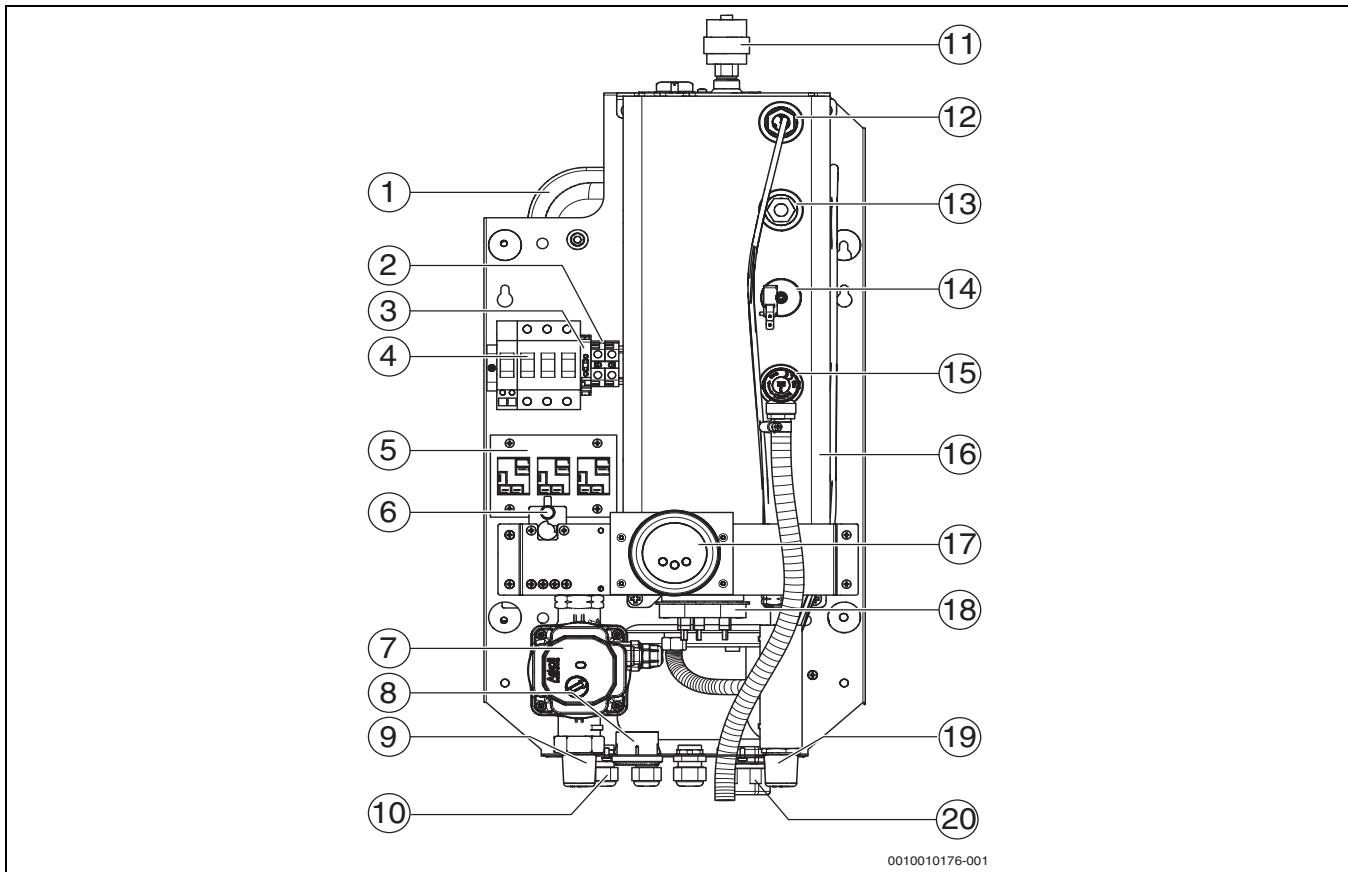

Bild 1 Funktionselemente des Heizgerätes Tronic Heat 3500 4-12 kW
- ▶ Sicherheitsventil nie verschließen (→ Abb. 1, S. 6, [15])